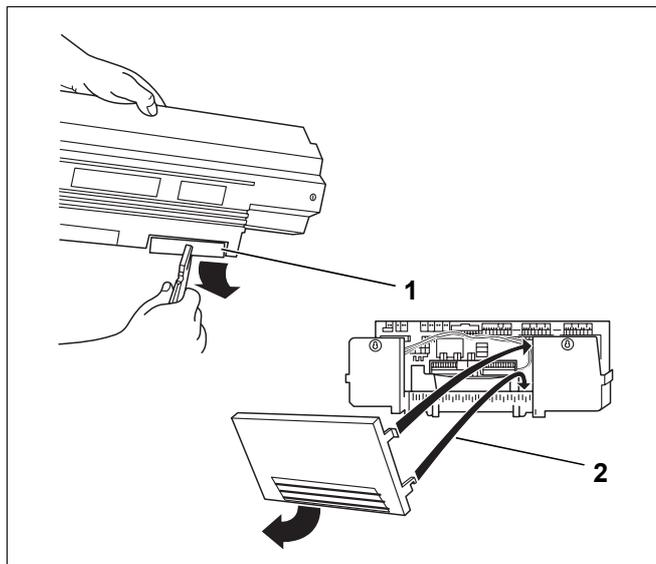

Bild 61 Kabeldurchgang vorbereiten
- ▶ Ausbrechteile (Bild 61, **Pos. 1**) wenn nötig in der Rückwand des Kabeldurchganges (Logamatic 33xx) herausbrechen bzw. Rückwandteil (Logamatic 43xx) abnehmen (Bild 61, **Pos. 2**).
- ▶ Rückwandteil (Logamatic 43xx) mit dem unteren Haken in den Schellenrahmen einhängen und dann oben beidrücken, bis die seitlichen Haken einrasten (Bild 61, **Pos. 2**).